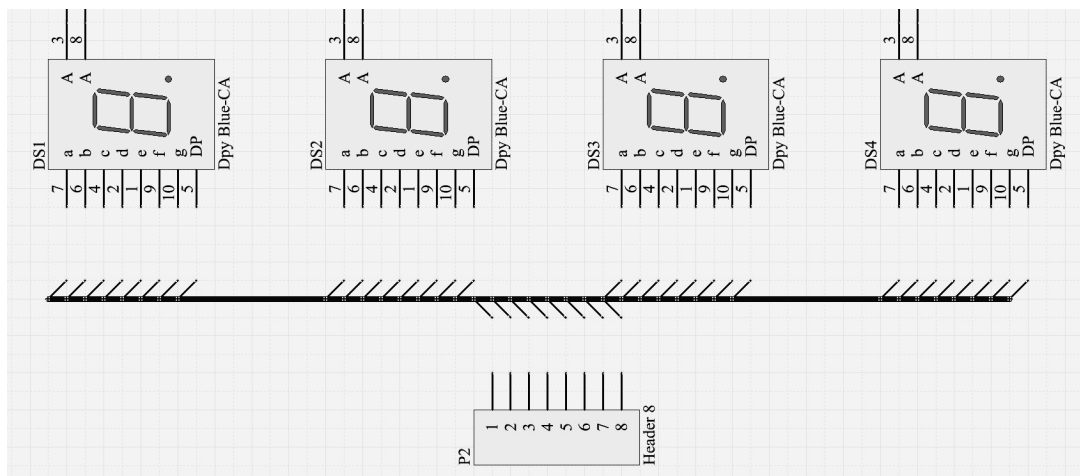

图 5-1-25 放置总线端线
(5) 将总线端线按图 5-1-25 进行放置，按【空格】键可改变端线方向。